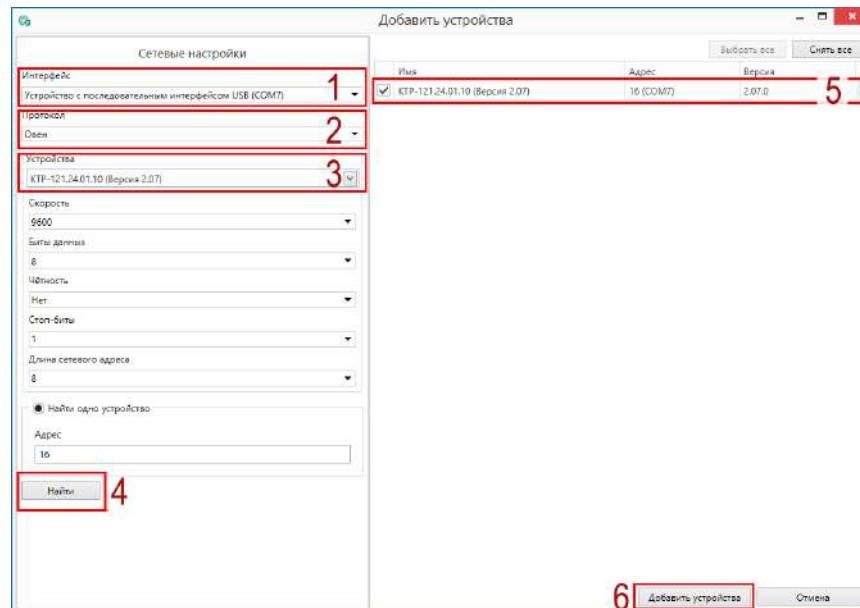

Рисунок 6.1 – Настройки связи с устройством
- Выбрать интерфейс «Устройство с последовательным интерфейсом USB» (см. рисунок 6.1, 1). Номер COM порта, присвоенный прибору можно узнать в Диспетчере устройств Windows.
- Выбрать протокол ОВЕН (см. рисунок 6.1, 2).
- Выбрать устройство (Пункт 3 на рисунок 6.1). Модификация КТР-121 указана на боковой стороне прибора.
- Выбрать «Найти одно устройство», если добавляется один прибор. Запустить поиск нажатием на кнопку «Найти» (см. рисунок 6.1, 4).
- Выделить найденное устройство (см. рисунок 6.1, 5).
- Добавить устройство в проект Конфигуратора по нажатию кнопки «Добавить устройства» (см. рисунок 6.1, 6).
1. Нажать на кнопку **Обновить устройство** в контекстном меню выбранного устройства или в главном меню. Откроется диалоговое окно для смены встроенного ПО устройства. Допускается обновление одного или нескольких устройств. Устройства следует выделить в области устройств (см. рисунок 6.1, 5) и выбрать **Обновить устройство** в контекстном меню или главном меню.